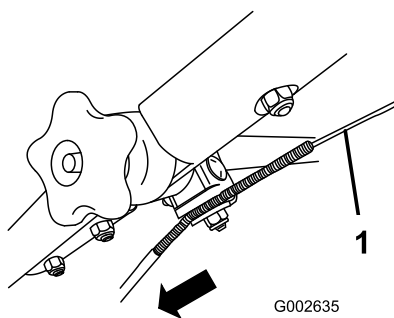

Figura 49
3. Tire hacia abajo de la cubierta del cable hasta eliminar la holgura en el cable expuesto (Figura 49).